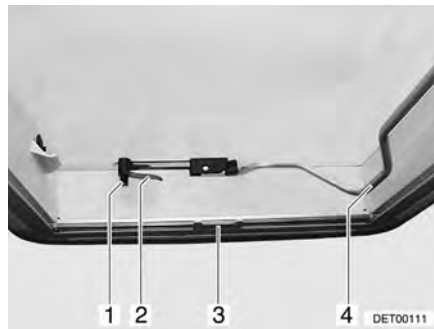
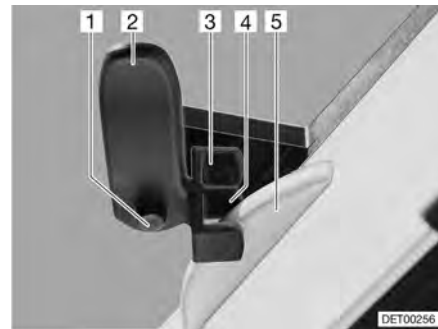

Fig. 63 Oblò Heki, chiuso
Fig. 64 Oblò Heki in posizione di ricircolo d'aria 1
- Premere il bottone di sicurezza (Fig. 63,1) e ruotare di un quarto di giro verso l'interno la leva di serraggio (Fig. 63,2).
- Tirare la staffa (Fig. 63,4) verso il basso per sbloccarla dall'arresto.
- Ruotare la leva di serraggio (Fig. 63,2 e Fig. 64,2) di un quarto di giro. Il nasello del serraggio del tetto (Fig. 64,5) deve innestarsi nella forchetta di serraggio superiore (Fig. 64,3).
- Premere il bottone di sicurezza (Fig. 64,1) e girare all'indietro la leva di serraggio (Fig. 64,2). Il nasello del serraggio del tetto (Fig. 64,5) deve innestarsi nella forchetta di serraggio inferiore (Fig. 64,4).